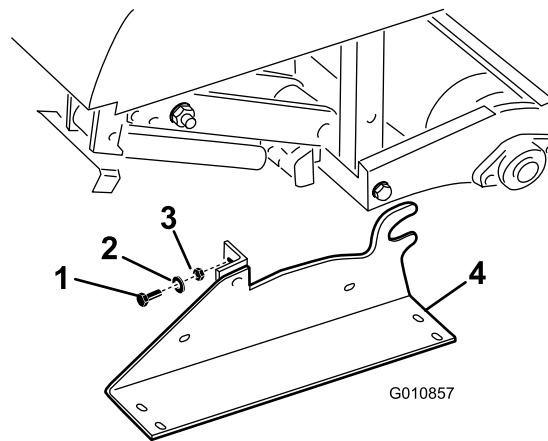

Figura 25
2. Retire los pernos, las arandelas de freno y las tuercas que sujetan los soportes de almacenamiento a cada extremo del aireador (Figura 25).